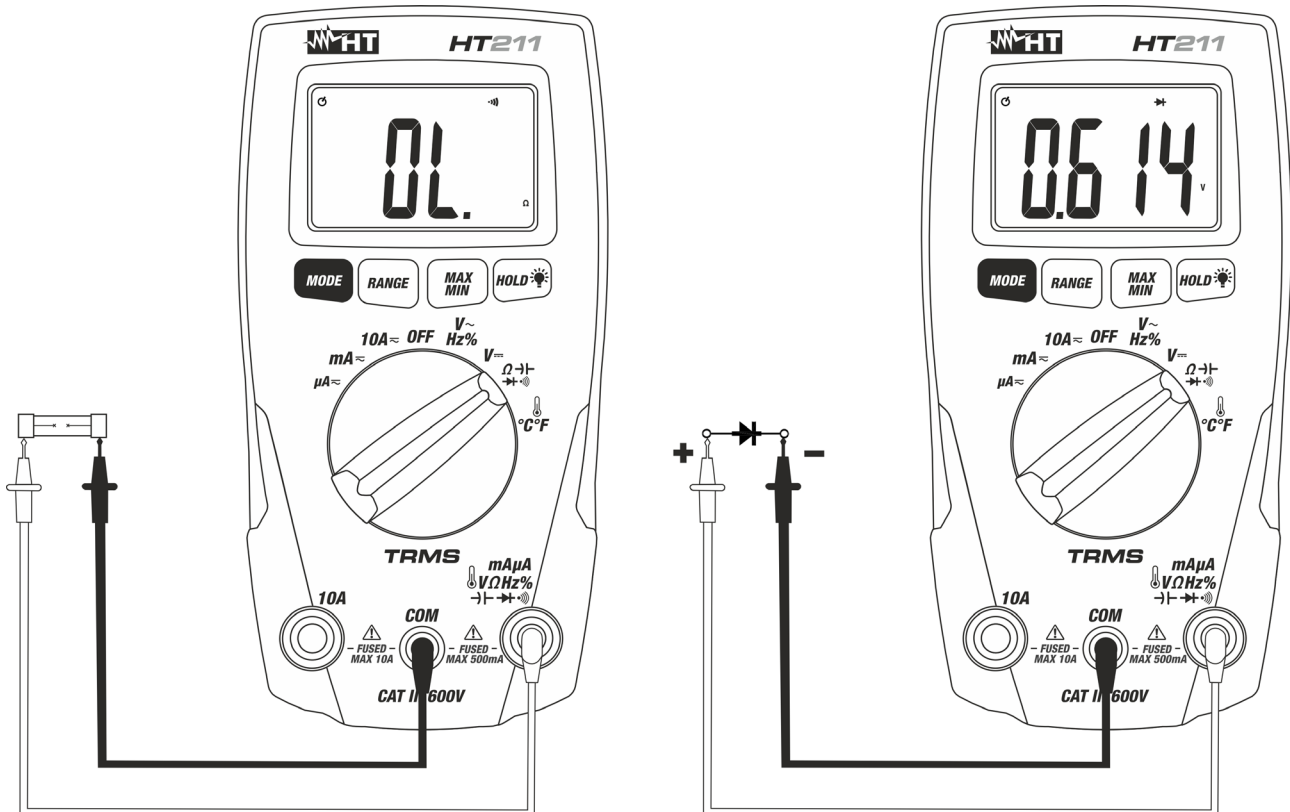

Fig. 6: Uso dello strumento per la Prova Diodi e Test Continuità
4. Posizionare i puntali ai capi del diodo in esame rispettando le polarità indicate in Fig. 6 – parte destra. Il valore della tensione di soglia in polarizzazione diretta è mostrato a display
6. Se lo strumento visualizza il messaggio "O.L" i terminali del diodo sono invertiti rispetto a quanto indicato in Fig. 6 oppure la giunzione P-N del diodo è danneggiata
7. Premere il tasto **MODE** fino a visualizzare il simbolo " $\text{bell symbol}$ " a display per attivare il test continuità e collegare lo strumento come per la misura di resistenza (vedere Fig. 6 – parte sinistra). Il cicalino continuità è attivo per  $R < 50\Omega$